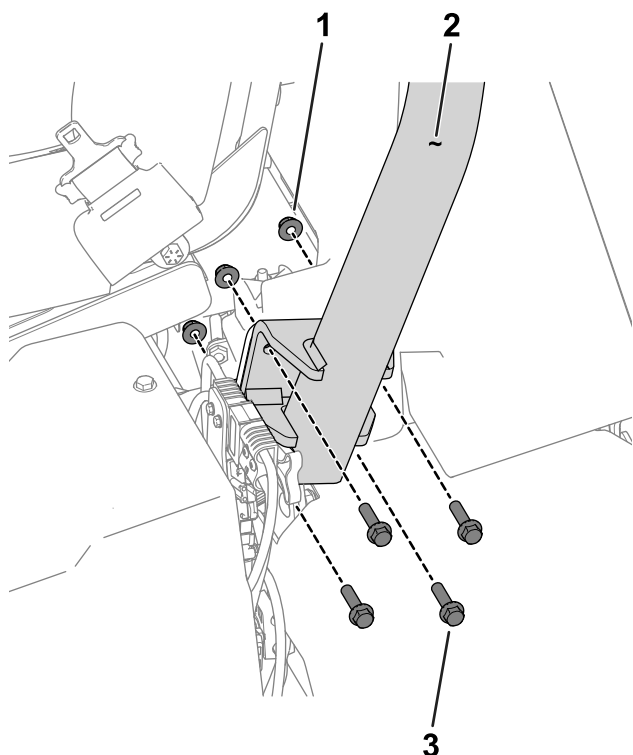

Figura 3
3. Utilice 8 pernos de cabeza hexagonal ( $\frac{3}{8}$ " x  $1\frac{1}{2}$ " ) y 8 tuercas ( $\frac{3}{8}$ " ) para sujetar la barra anti-vuelco a los soportes de la barra antivuelco en cada lado de la máquina (Figura 3).